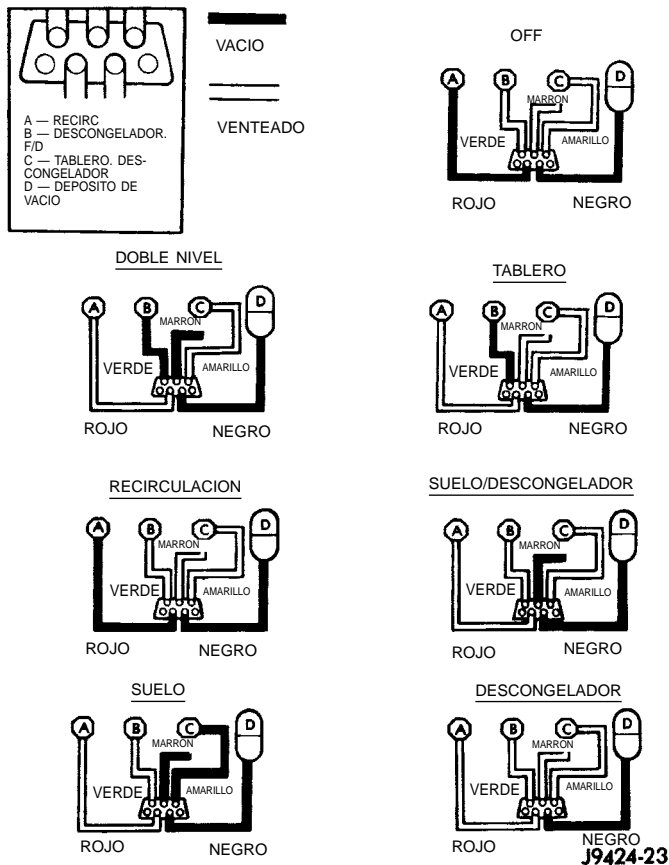

Fig. 12 Circuitos de vacío
(3) Identifique el color del conducto del circuito de vacío en donde se produce la fuga. Para identificar los colores, consulte el cuadro de Circuitos de vacío. (Fig. 12).
(4) Desconecte y tape el conducto de vacío del componente (conexión, servomotor, válvula, conmutador o depósito) en el otro extremo del circuito en el que se produce la fuga. Tal vez sea necesario desmontar o retirar el tablero de instrumentos para ganar acceso a algunos componentes.
(5) Conecte la manguera o probador del juego de prueba al extremo abierto de circuito en el que se produce la fuga. El indicador del juego de prueba debería volver a la lectura de 27 kPa (8 pulg. de Hg) después de cada conexión. Si es así, reemplace el